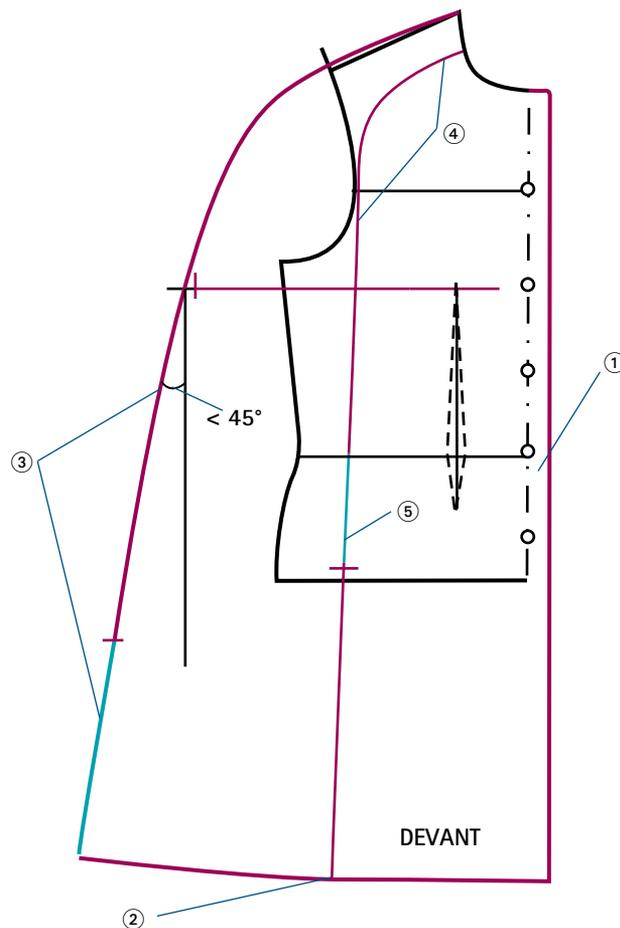

FIG. 1
- ① Au milieu devant, ajouter une croisure large d'environ 5 à 7 cm (cette largeur dépend de la qualité du tissu et du diamètre des boutons).
- ② Fixer la longueur et la largeur souhaitées.
- ③ Tracer la ligne de côté en formant un angle avec la verticale inférieur à 45° ; au-delà la ligne de côté est trop pointue (pour obtenir une cape plus large, écarter les morceaux de part et d'autre de la ligne de découpe du devant, voir plus loin). Puis fixer la hauteur de la fente à environ 25-30 cm (fig. 1, en bleu).
④ Tracer la ligne de découpe du devant (fig. 1 page précédente) en formant une courbe qui part de l'encolure au tiers du tour d'encolure devant, passe par l'emmanchure au niveau de la ligne de carrure, puis se termine en bas de la cape par une verticale (largeur sous la ligne d'épaule de 7 à 10 cm environ).
⑤ Dans la découpe, tracer l'ouverture pour le passage de la main, en partant de la ligne de taille vers le bas (longueur confortable = 17 à 20 cm ; fig. 1 page précédente, en bleu).